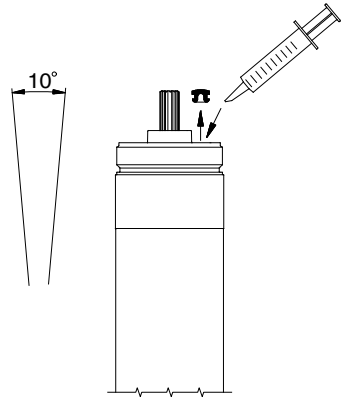

Fig. 2 Inyección del líquido del motor
4. Inyecte el líquido dentro del motor con una jeringa de llenado o con una herramienta similar, ver fig. 2.